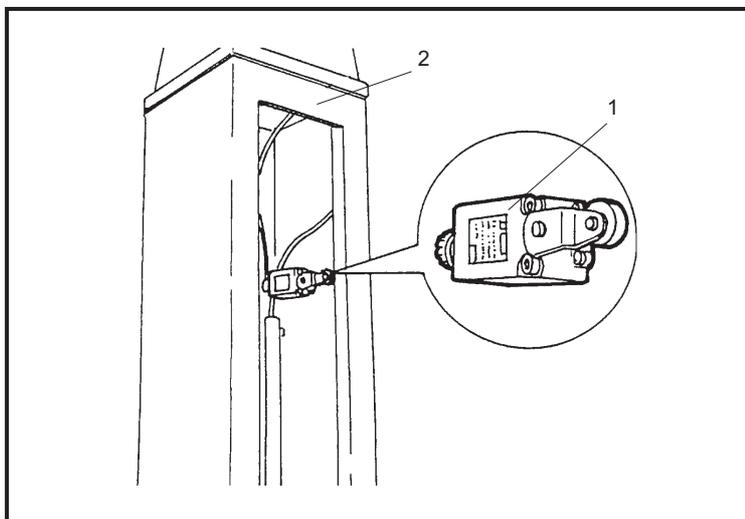

Fig.25
- In caso di extracorsa della parte mobile del sollevatore è stato previsto un finecorsa elettrico (1) nella colonna comando ed una piastra in acciaio (2) di blocco sulla parte superiore di tutte le colonne (Fig.25).
- Un contact de fin de course (1) et une plaque d'arrêt en acier (2) au sommet de la colonne interviennent en cas de dépassement de course de la partie mobile (fig.25).